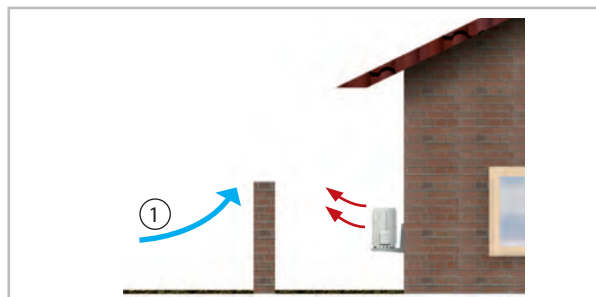
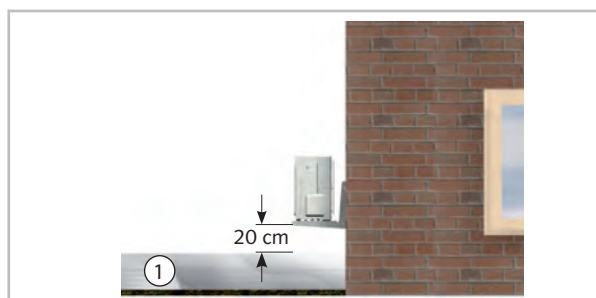

Abb. 43: Schutz vor Wind
Abb. 44: Schutz vor Schnee
- Wird das Außenmodul in einer Gegend mit starkem Wind aufgestellt, muss das Gerät vor dem Wind geschützt werden und es wird ein zusätzliches Stabilisieren empfohlen. Das kann z.B. mit Drahtseilen oder anderen Konstruktionen realisiert werden (Abb. 43). Bei der Montage sind Schneegrenzen zu beachten (Abb. 44).
- Beachten Sie bei der Aufstellung die zu erwartende Schneehöhe und eine Erhöhung um ca. 20 cm, damit ganzjährig ein freies Ansaugen und Ausblasen der Außenluft gewährleistet werden kann (Abb. 44).